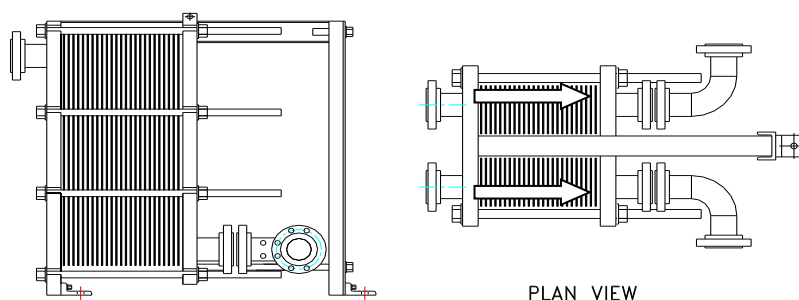

FIGURE 13 Fond Mobile raccordé avec des coudes de démontage
- f) Les raccords situés sur le fond mobile doivent être installés avec des coudes comme indiqués dans la figure 13 pour permettre au fond de se déplacer entièrement sur l'arrière.